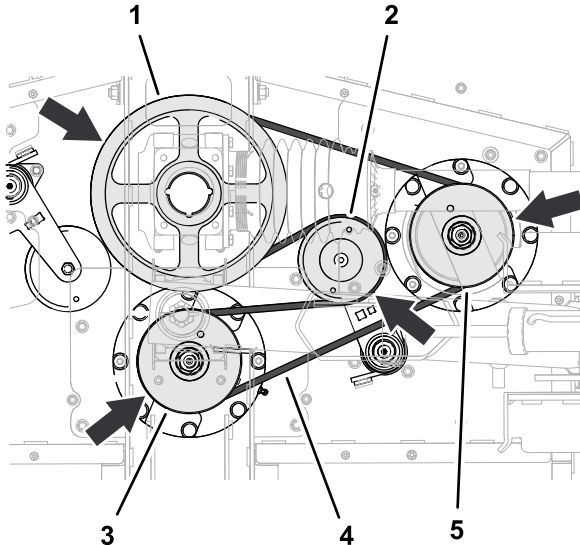

Bild 68
1. Führen Sie den langen Riemen um die Antriebsscheibe sowie um die obere Nut der Riemenscheibe der mittleren und rechten Spindel (Bild 68).
2. Drehen Sie den Riemenspanner mit einer Brechstange oder ähnlichem Werkzeug im Uhrzeigersinn und ziehen Sie den Riemen auf die Spansscheibe auf (Bild 68).